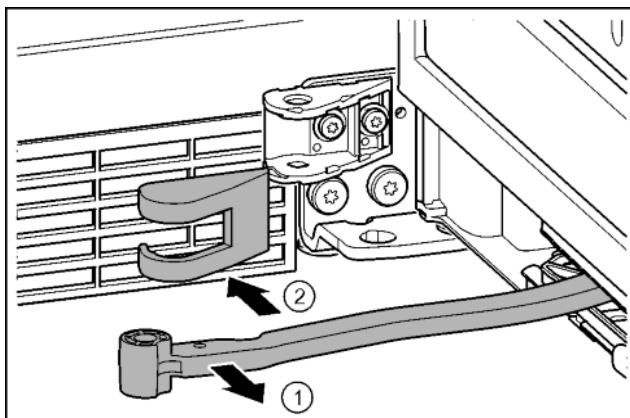

Fig. 19
- Поверніть шарнір у напрямку дверцят. Fig. 19 (1)
- Зніміть кришку опорного кронштейна. Fig. 19 (2)